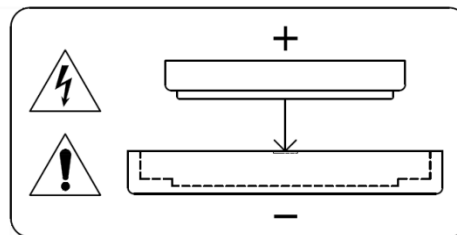

Abbildung 26-1. Beschriftung für Stromschlaggefahr und Batteriepolarität
4. Achten Sie auf die Ausrichtung (Polarität) der Batterie im Einschubfach, oder konsultieren Sie die Polaritätsbeschriftung für die Batterie auf der Seitenabdeckung des DECS-450R (Abbildung 26-1). Die neue Batterie muss in gleicher Ausrichtung installiert werden.